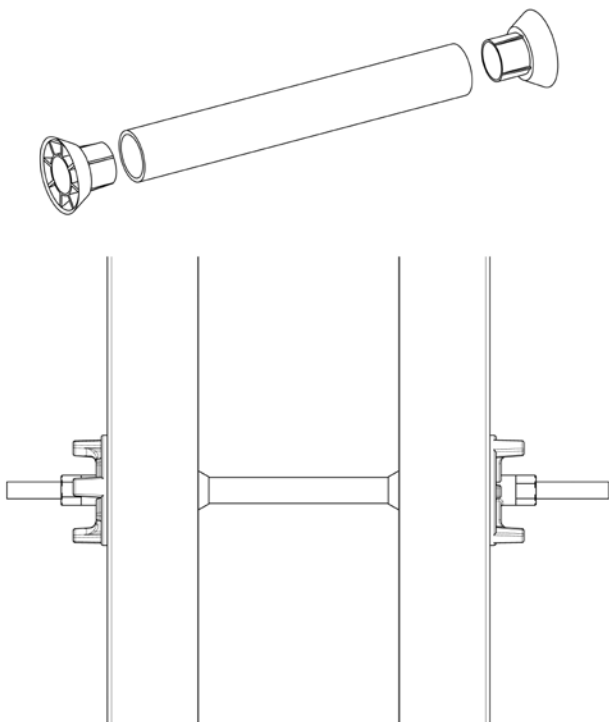

Fig. 40 : Entretoise plastique à découper
- le tube PVC coupé à la dimension de l'épaisseur du voile moins 2 cm dans lequel vient s'emmancher les cônes plastiques (fig. 40).